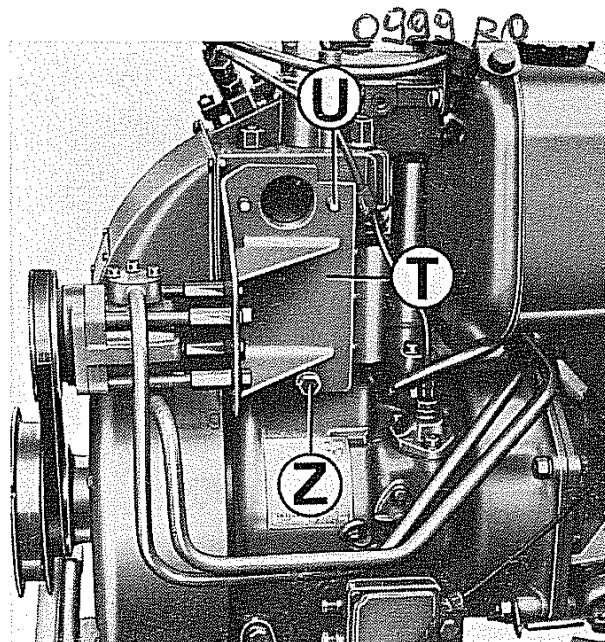

Fig. 60
- Montare il supporto pompa **T** (fig. 60) sui prigionieri **U** del filtro e fissarlo nella parte inferiore con la vite **Z**.